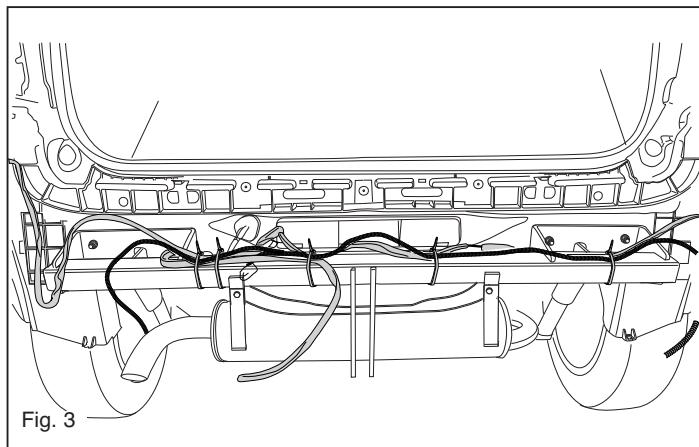

Fig. 3
10. Attach the cables with tie-wraps. See figure 3.
10. Die Kabel mit Kunststoffklemmband festbinden. Siehe Abbildung 3.
- \* Montez en place les éléments avec la partie électrique. Voir la figure 3.
- \* Monter les câbles ensemble avec des attaches en plastique. Voir la figure 3.